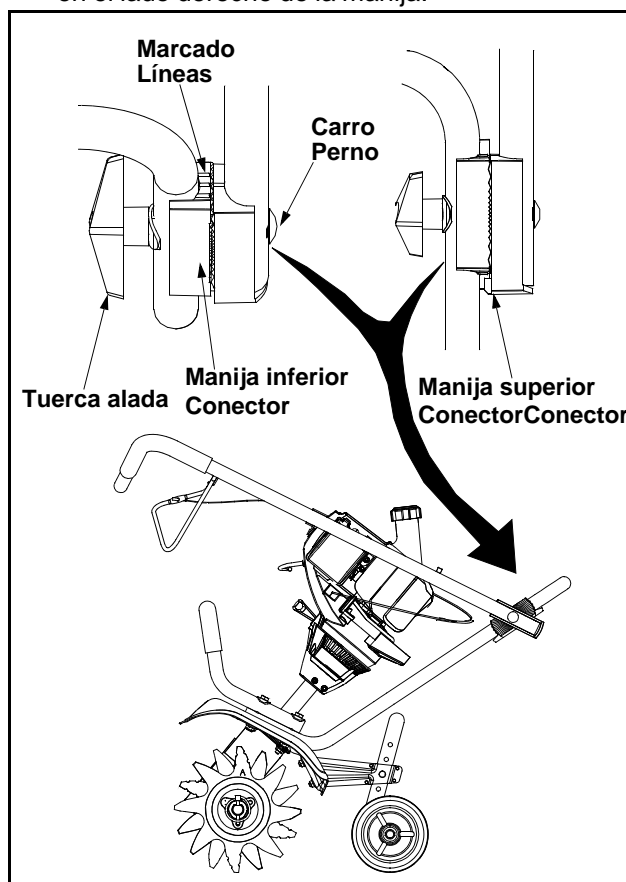

Figura 1
- Afloje cada tuerca alada lo suficiente como para separar los conectores plásticos entre la manija superior e inferior. Eleve lentamente y tire de la manija superior para elevar la manija hacia la posición de funcionamiento. Vea Figura 1.